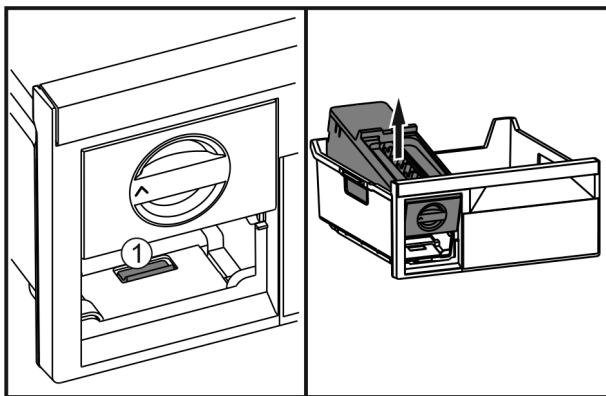

Fig. 80
- ▶ Appuyer sur la languette Fig. 80 (1), soulever l'EasyTwist-Ice depuis l'arrière et le faire sortir du tiroir de congélation.